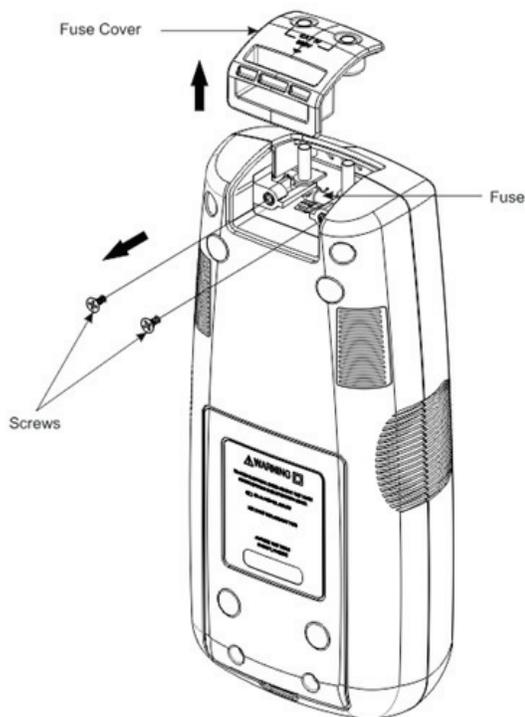

Figura 5.4: Substituição do fusível do transmissor
4. Remova a tampa dos fusíveis puxando-a para cima tal como ilustrado na figura 5.4.